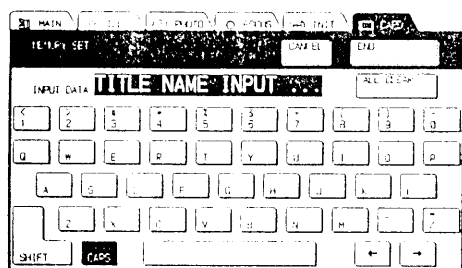

図 38
3) **[EXECUTE]** ③ を押し、図38のキーボード画面となります。